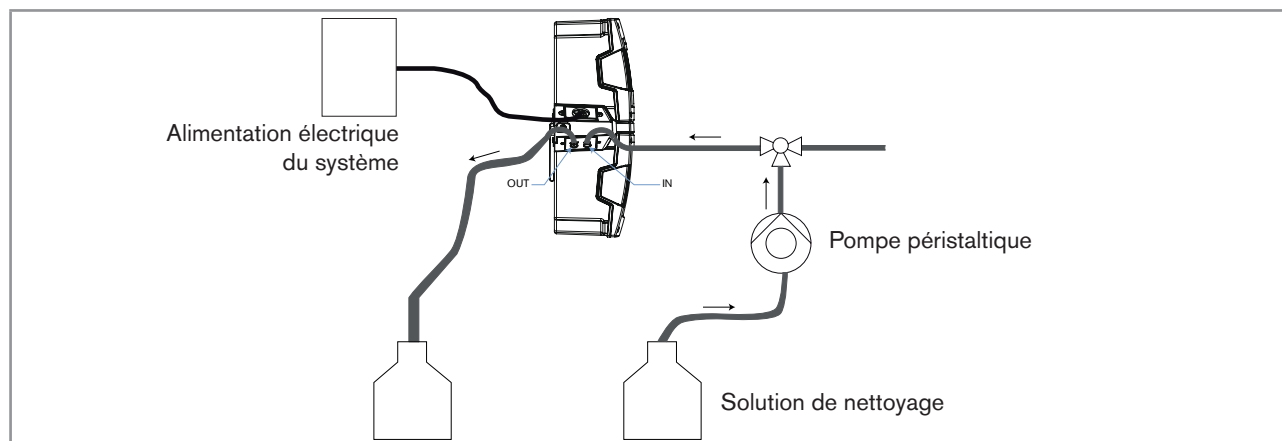

Fig. 5 : Installation pour le nettoyage manuel des éléments de mesure internes
3. Raccorder une pompe péristaltique dans le circuit d'arrivée de l'échantillon d'eau du système, tel que décrit dans la Fig. 5. Si les raccordements fluidiques ne sont pas effectués correctement, le produit et le système peuvent être endommagés car la pression dans le produit et le système est trop élevée.